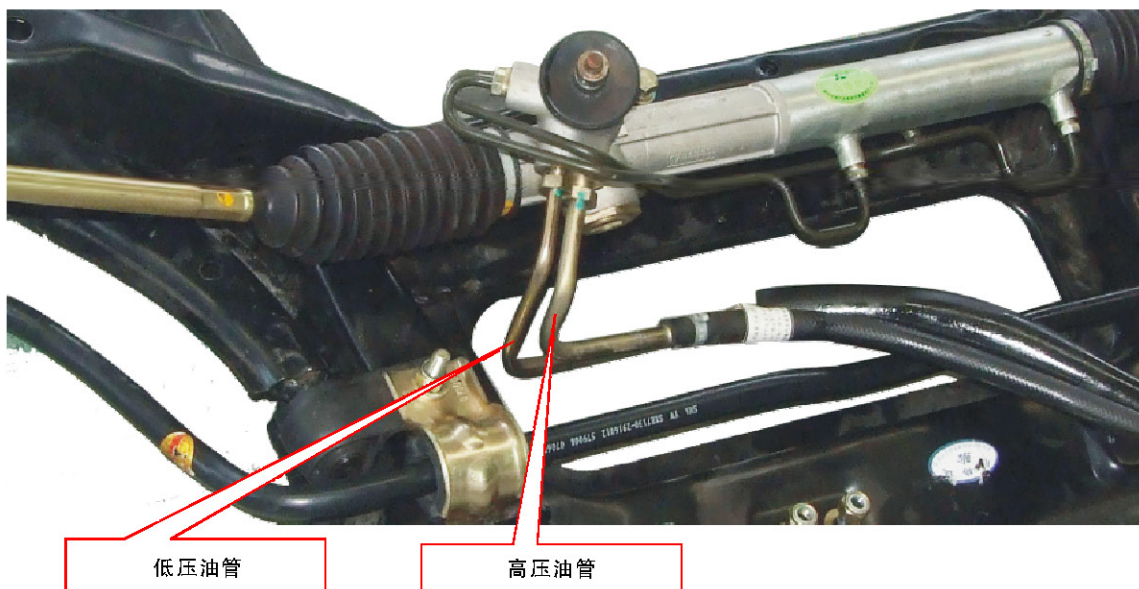

图6-29 转向管路的拆卸
5. 断开低压油管及高压油管与转向器的连接螺母（见图6-29）。